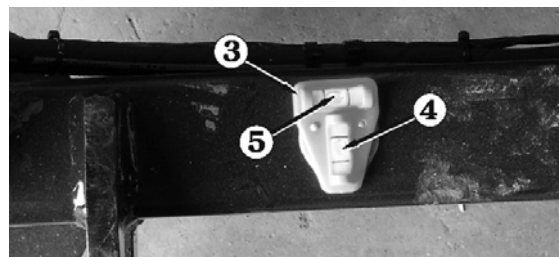
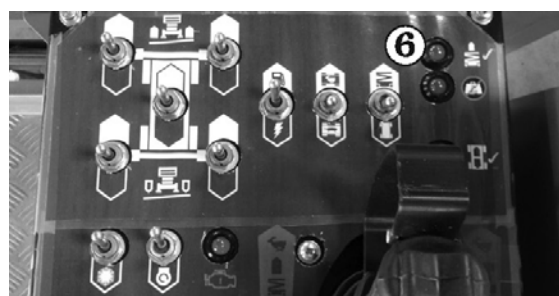

Fig. 8.13
Fig. 8.14
3. Kontrollera visuellt vattenpasset ③ för att fastställa vilket stödben som måste skjutas ut ytterligare för att nivellera plattformen (se Fig. 8.13).
4. Sänk ned motsvarande stödben bara så mycket att bubblorna ④ och ⑤ blir centerade (se Fig. 8.13). Då **indikeringslampan** ⑥ för lyft (se Fig. 8.14) tänds, kan plattformen höjas på ett säkert sätt.